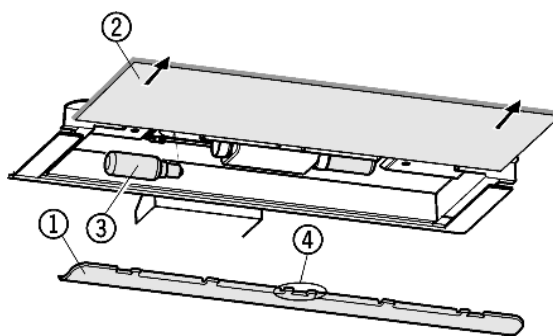

Fig. 35
- ▶ Enlever l'écran protecteur Fig. 35 (1) : saisir avec les doigts derrière l'écran protecteur et le faire décliqeter.
- ▶ Ôter la plaque de verre Fig. 35 (2).
- ▶ Remplacer l'ampoule Fig. 35 (3).
- ▶ Remettre en place l'écran protecteur : le faire encliquer à droite et à gauche et veiller à ce que le crochet Fig. 35 (4) du milieu saisisse au-dessus de la plaque de verre.